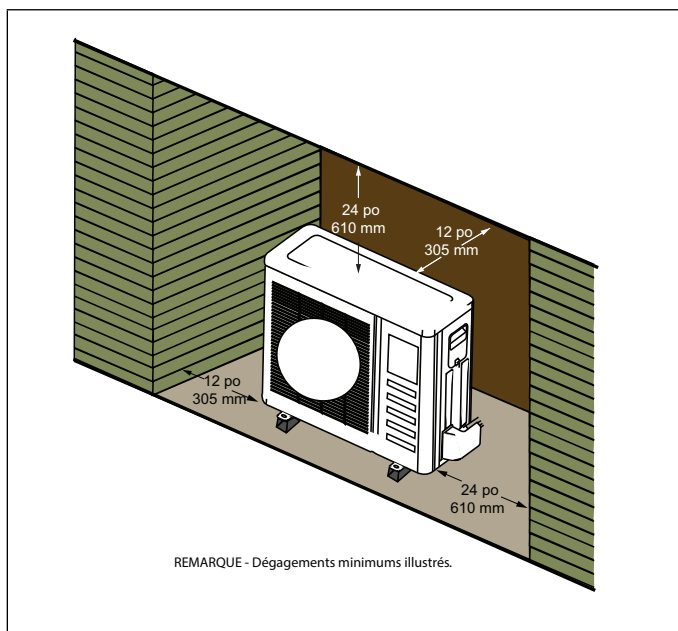

Figure 13. Unité installée dans une alcôve
- L'unité extérieure peut être installée dans une alcôve ou sous l'avancée d'un toit comme illustré à la «Figure 13. Unité installée dans une alcôve»